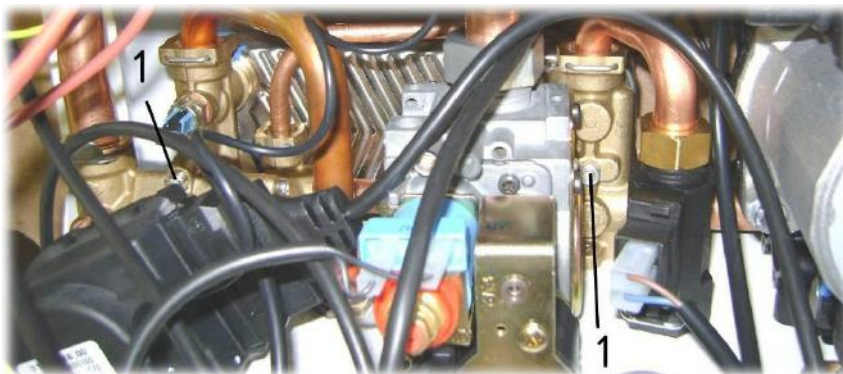

Рис. 26. Демонтаж вторичного теплообменника
- 4) отвернуть два винта 1 (см. Рис. 26) крепления теплообменника к узлам гидрогруппы;